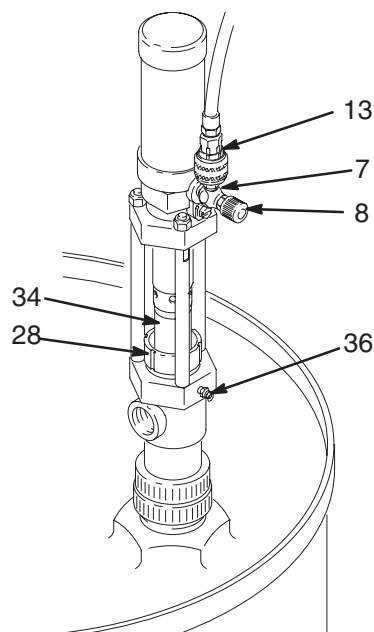
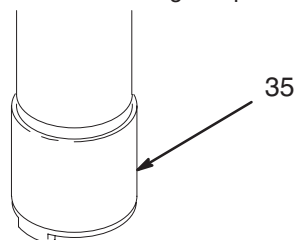

Fig. 4
Fig. 5
Pour l'arrêt, débrancher le coupleur de conduite d'air (13). Voir la Fig. 4.
1. Introduire la cartouche de 14,6 oz (16) de lubrifiant IPL dans un pistolet graisseur standard.
2. Lors de l'arrêt quotidien, arrêter la pompe lorsque la tige (34) se trouve en position basse, puis lubrifier généreusement les joints avec du lubrifiant IPL à l'aide du raccord graisseur (36). Une bonne lubrification prévient le blocage de la pompe. Voir la Fig. 4.
3. Éliminer le lubrifiant sale restant sur la partie supérieure de l'écrou de presse-étoupe (28) et la tige de piston (34).
Si l'air fourni est sec, graisser régulièrement le moteur pneumatique. Pour la lubrification manuelle, couper l'alimentation en air, verser environ 15 gouttes d'huile légère pour moteur dans l'entrée d'air (7), rebrancher le flexible puis ouvrir l'alimentation en air. Voir la Fig. 4.
1. Ouvrir la vanne d'air (8) ou le régulateur pour démarrer la pompe. Laisser la pompe fonctionner lentement pendant au moins 5 minutes.
4. Appuyer sur la plaque d'arrêt du clapet de pied (35) pour purger la partie inférieure de la pompe. Voir la Fig. 5.
Vérifier régulièrement l'étanchéité de l'écrou de presse-étoupe (28). Pour empêcher toute fuite, cette étanchéité doit être suffisante mais non excessive. Voir la Fig. 4. Si la fuite ne peut être interrompue, changer les garnitures pour empêcher l'exposition au produit pompé.